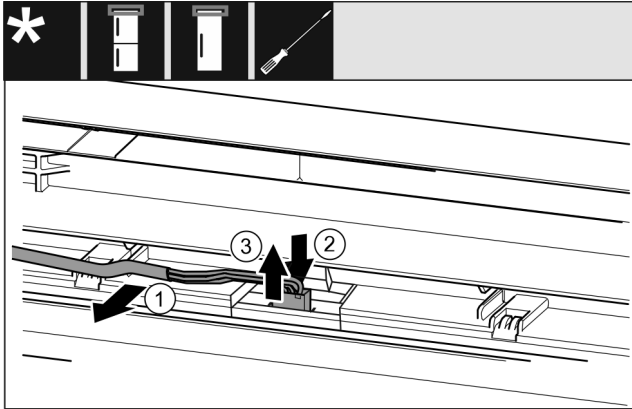

Fig. 7
- ▶ Šedý kabel opatrně uvolněte z vedení ve dveřích. *Fig. 7 (1)*
- ▶ Zatlačte lamelu za zástrčkou směrem dozadu. *Fig. 7 (2)*
- ▶ Zástrčku opatrně vytáhněte směrem nahoru. *Fig. 7 (3)*